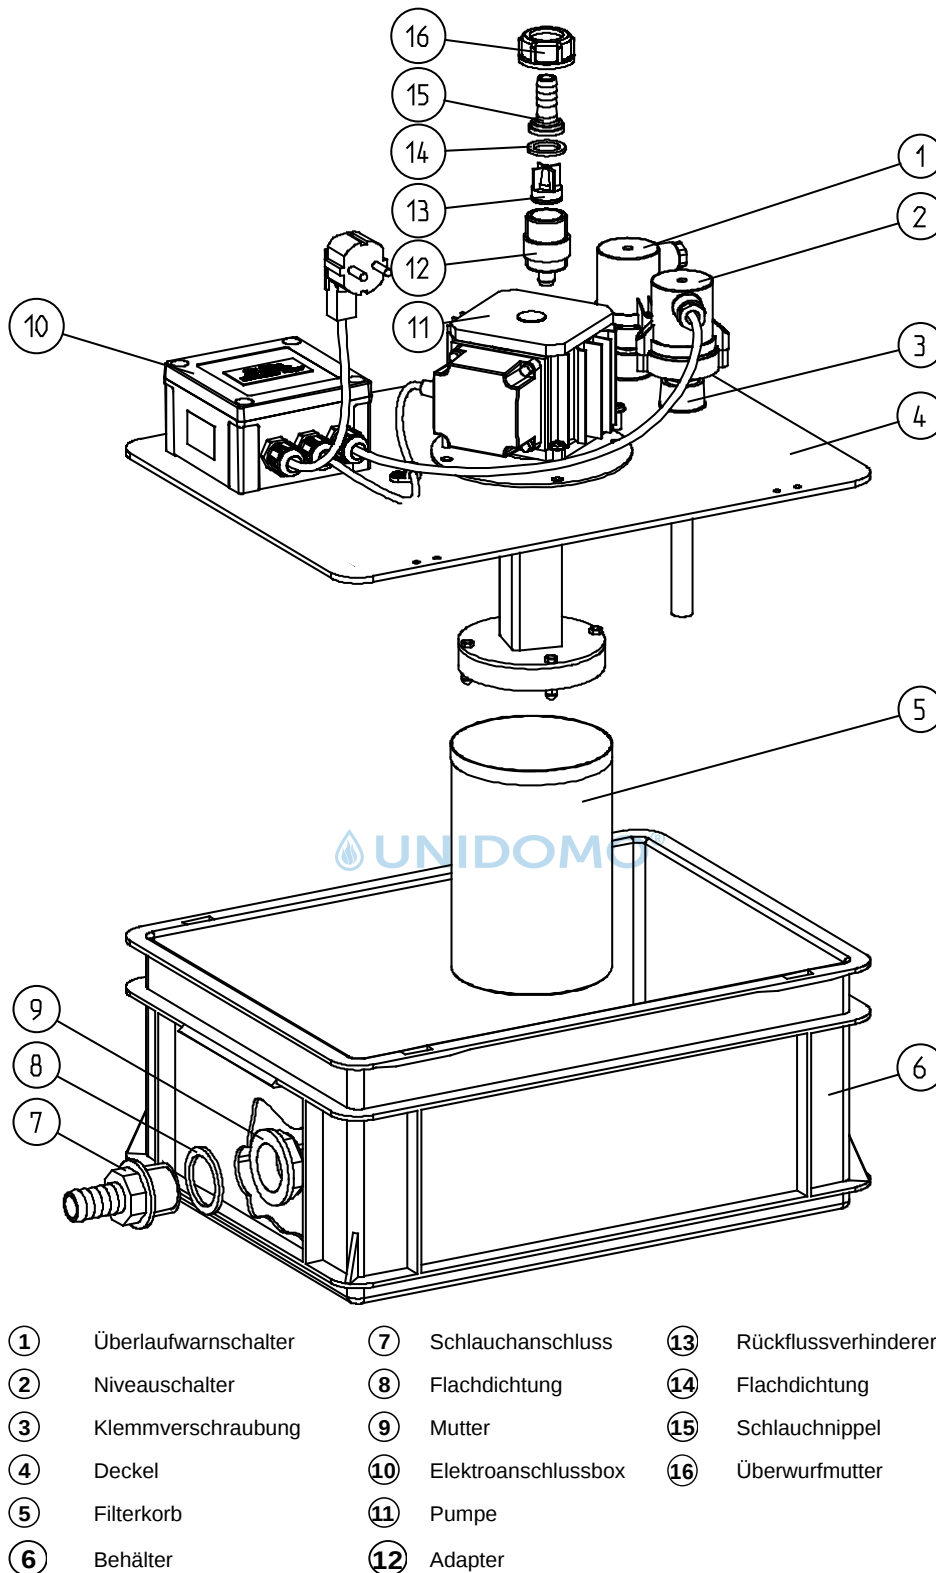

Abb. C-1: Anlagenaufbau
2. Zulaufanschluss DN 20 oder DN 25 lt. Abb. C-1, Pos. 7-9 am Behälter montieren.
- Ggf. Überlaufwarnschalter Abb. C-1, Pos. 1 lt. Klemmplan Abb. D-4 anschließen.